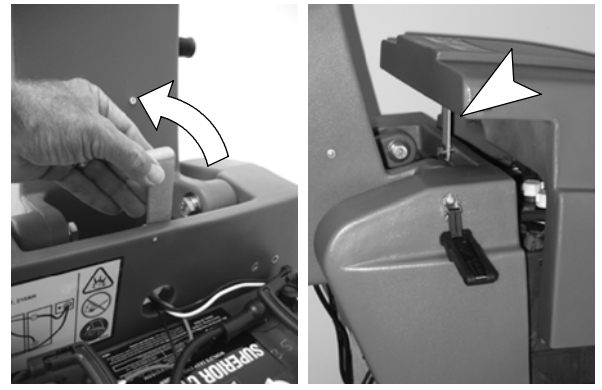

FIG. 23
6. Branchez le cordon de courant continu du chargeur sur la prise de batterie située à l'arrière de la machine (Figure 23).